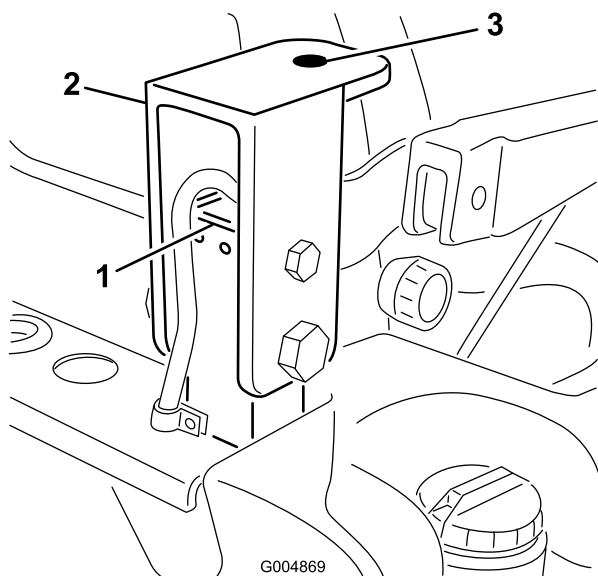

Figure 59
2. Montez sans serrer un support de cabine sur chaque montant du système ROPS au moyen de deux boulons (1/2 x 3-1/2 po), deux écrous (1/2 po), deux boulons (3/4 x 3-1/2 po) et deux écrous (3/4 po) (Figure 59). Veillez à positionner le trou de la plaque supérieure vers l'avant. Ne serrez pas les boulons à ce stade.